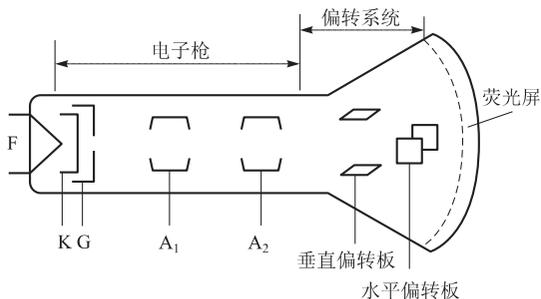

图 2-2 示波管结构图
示波管是示波器的核心,它是将电信号变为光信号的转换器,其基本结构包括电子枪、偏转系统和荧光屏三部分,如图 2-2 所示。
(1) 电子枪。如图 2-2 所示,电子枪由灯丝 F、阴极 K、栅极 G、第一阳极 A_1 和第二阳极 A_2 组成。阴极是一个表面涂有氧化物